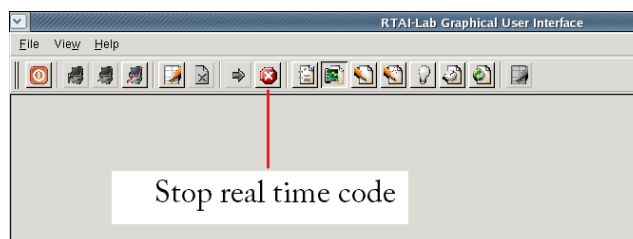

**Figura 23: Propiedades del controlador**
- Ahora se hace la selección de las propiedades del controlador, en las tres opciones que aparecen en la Figura 23, estas aparecen automáticamente al oprimir en ▼.